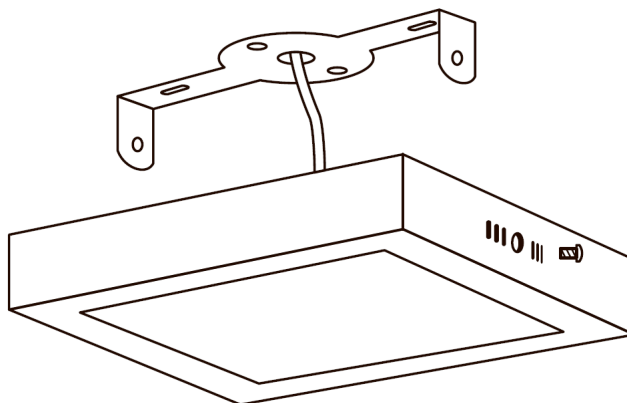

Рис. 3
- 6.3.4 Установите светильник на монтажную пластину и зафиксируйте его с помощью двух крепежных винтов (Рисунок 3).